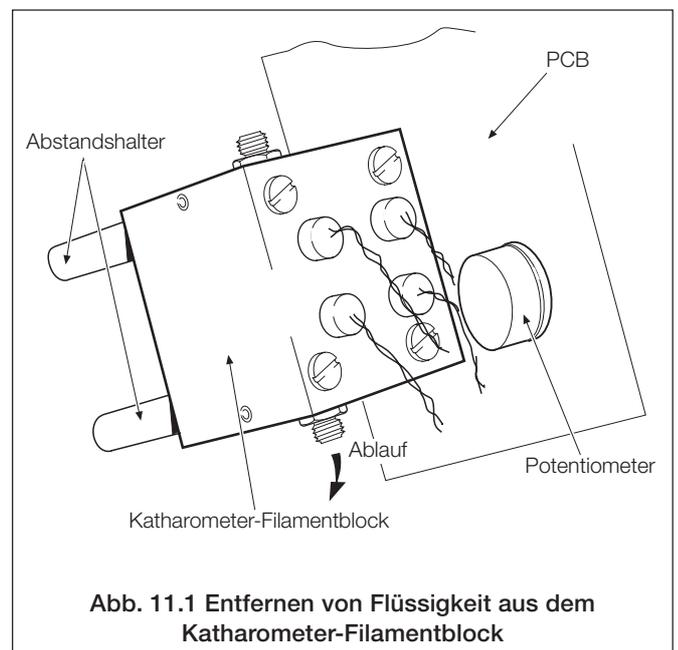

Abb. 11.1 Entfernen von Flüssigkeit aus dem Katharometer-Filamentblock
11.4.1 Entfernen von Flüssigkeit aus dem Katharometer-Messblock – Abb. 11.1
- f) Die Katharometer-Filamentblock-Baugruppe aus dem Gehäuse entnehmen und 45° zur Horizontalen kippen. Die Flüssigkeit kann jetzt aus dem Messblock abfließen – siehe Abb. 11.1.